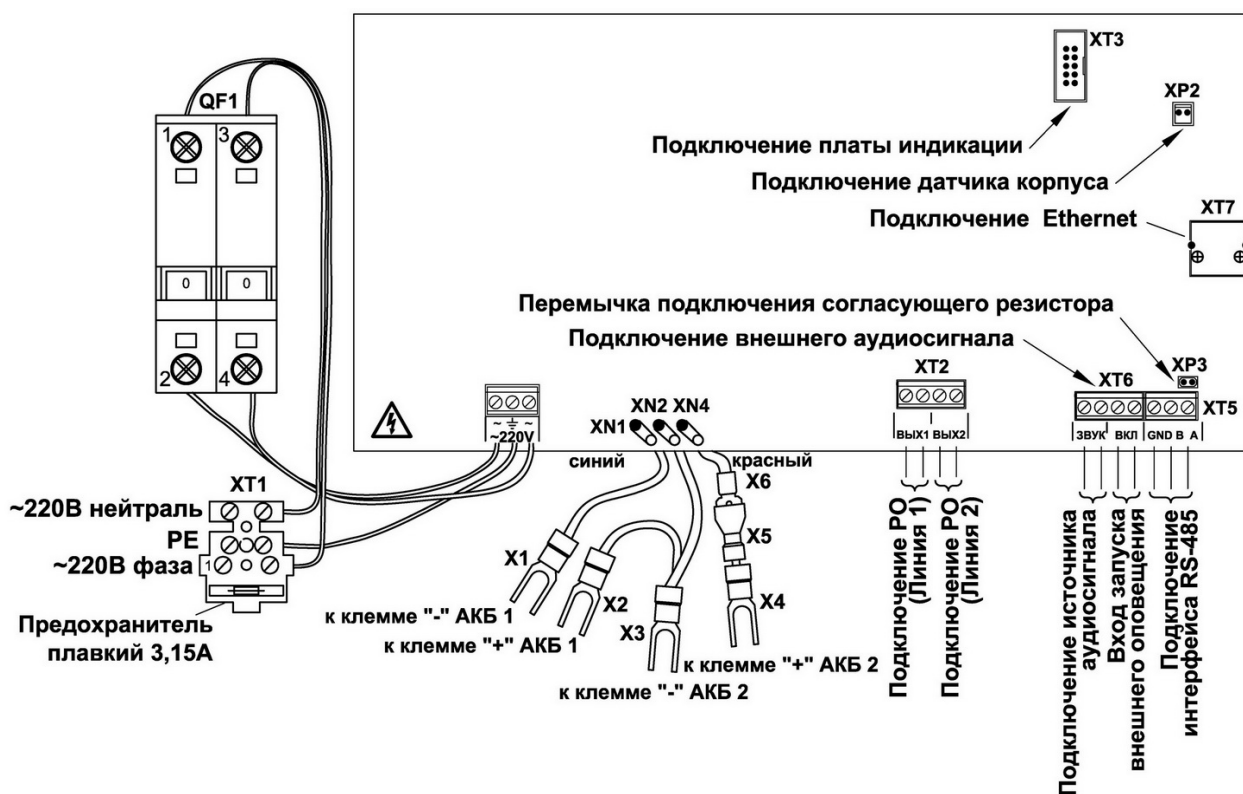

Рисунок 5. Схема подключения модуля.
- 4 Разомкнуть клеммы Х5, Х6 (Рисунок 5) чтобы полностью отключить модуль, так как при отключении питания ~220 В произойдет переход модуля на питание от РИП.
- 5 Отсоединить клеммы Х1-Х4 (Рисунок 5) от аккумуляторов в следующем порядке: Х1, Х2, Х3, Х4.